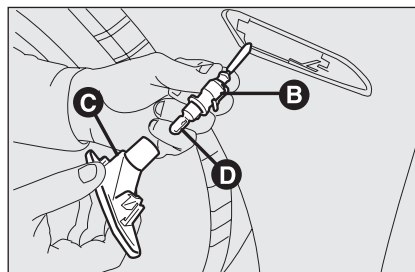

fig. 31
- ☐ gire hacia la izquierda el portalámparas **B-fig. 31** y sáquelo de la parte transparente **C**;